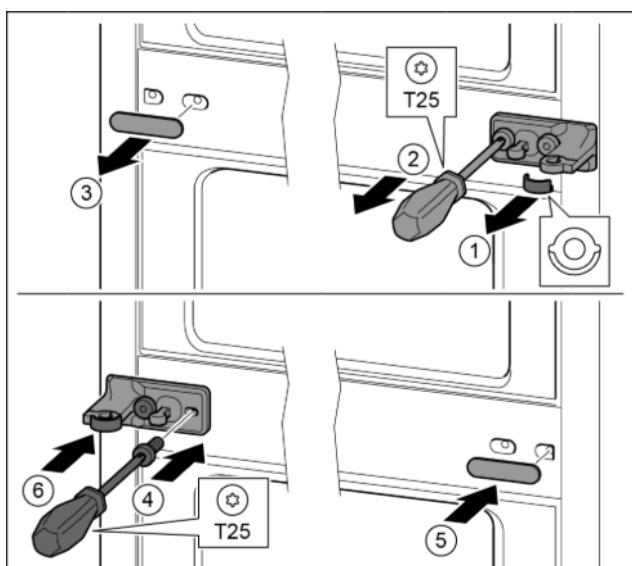

Fig. 30
- Снять шайбу. Fig. 30 (1)
- Выкрутить винты отверткой T25. Fig. 30 (2)
- ▶ Осторожно снять крышку. *Fig. 30 (3)*
- ▶ Плотно прикрутить опорный кронштейн с подкладкой с поворотом на 180° с другой стороны. *Fig. 30 (4)*
- ▶ Установить крышку с поворотом на 180° с другой стороны. *Fig. 30 (5)*
- ▶ Спереди надвинуть шайбу. *Fig. 30 (6)*